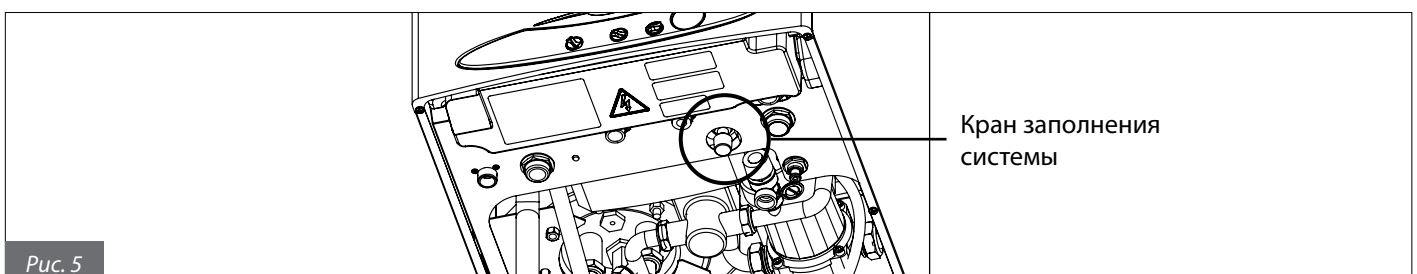

Рис. 5
- открутить кран заполнения системы (рис. 5) движением против часовой стрелки с целью поступления воды в котел;